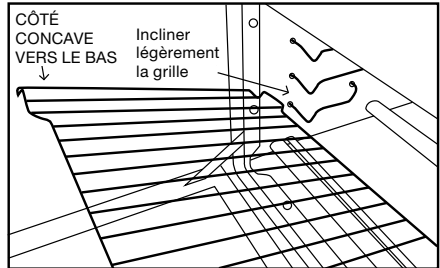

Fig. 1
1. Tenir la grille en angle (Fig. 1) et l'introduire entre les supports du four, le côté concave vers le bas.